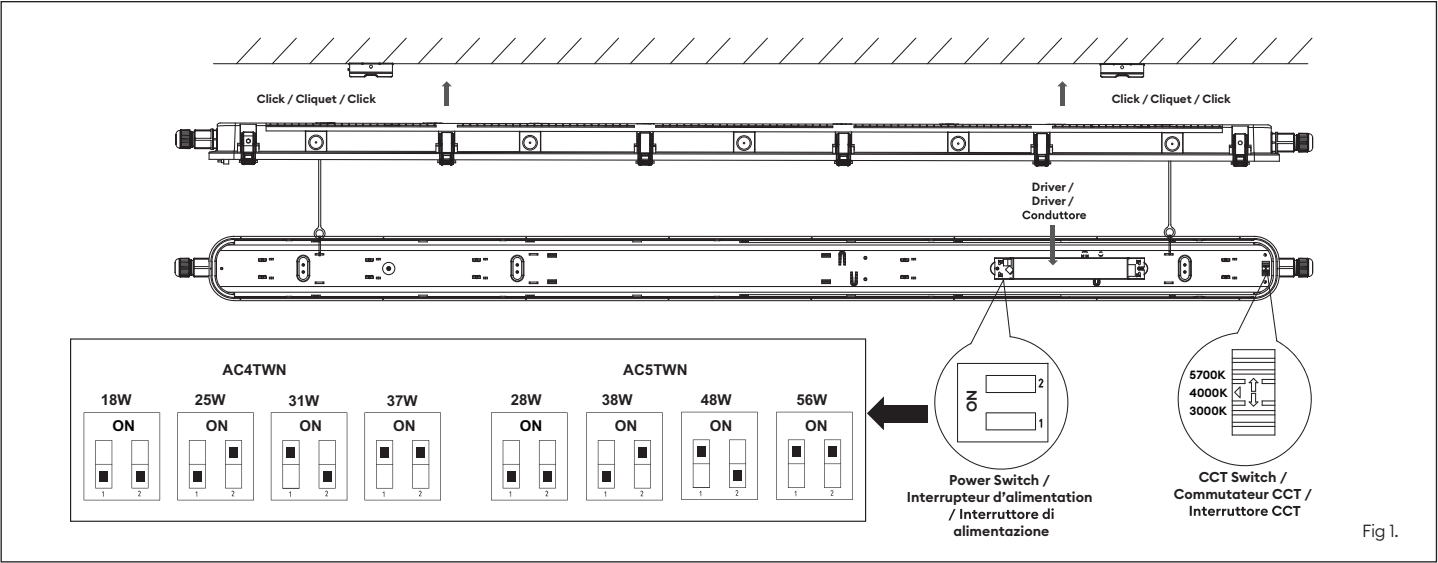

Fig 1.
3. If needing to change CCT or wattage, unclip the diffuser gear tray assembly to access the switches (fig 1).
5. Clip the Caiman into the mounting brackets (Fig 1).
3. Si vous voulez changer la CCT ou la puissance, déclipsez la platine d'appareillage du diffuseur (fig. 1).
5. Fixez le Caiman dans les supports de montage (fig. 1).
3. Se si desidera modificare il CCT o il wattaggio, sganciare il gruppo di ingranaggi del diffusore per accedere agli interruttori (fig 1). Si noti che 4000K e il wattaggio più alto sono impostati come predefiniti.
5. Agganciare il Caiman alle staffe di montaggio (fig. 1).